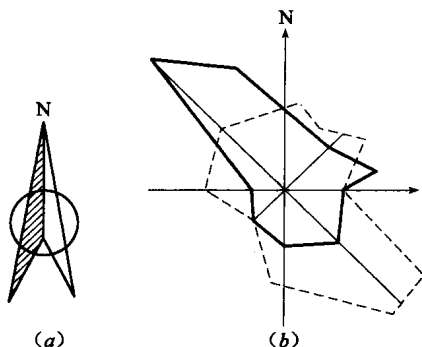

图 1-7 方位与风向频率标记
电力、照明和电信平面布置图等图纸，电气设备或构筑物的位置和朝向一般有两种表示方式：一种是按上北下南、左西右东表示，另一种是用方位标记表示其方向。方位标记如图 1-7 (a) 所示，其箭头方向表示正北方向 (N)。
为了表示设备安装地一年四季风向情况，在电气布置图上往往还标有风向频率标记。它们根据某一地区多年平均统计的各个方向吹风次数的百分值，按一定比例绘制而成。风向频率标记形似一朵玫瑰花，故又称风玫瑰图。图 1-7 (b) 是某地区的风向频率标记，其箭头表示正北方向，实线表示全年的风向频率，虚线表示夏季 (6~8 月) 的风向频率。由此可知，该地区常年以西北风为主，而夏季以东南风和西北风为主。